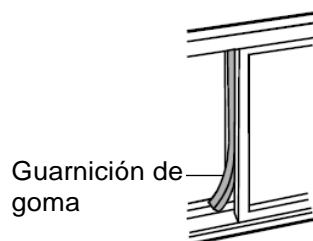

Fig. 15
5. Recorte la guarnición de goma espuma para adaptarla a la longitud adecuada y obture la hendidura abierta entre la hoja de la ventana superior y la externa. Representada en Fig.15.